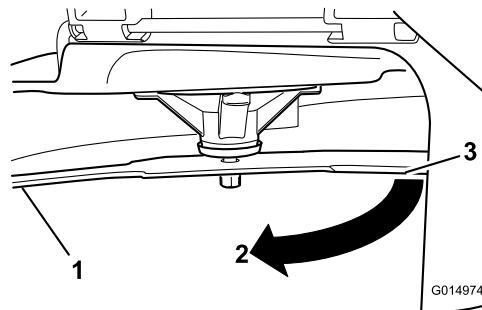

**Figura 64**
2. Indossando guanti dalla spessa imbottitura o altre protezioni idonee per le mani, ruotare lentamente la lama in una posizione che consenta di misurare la distanza tra il bordo di taglio e la superficie piana su cui si trova la macchina (Figura 64).